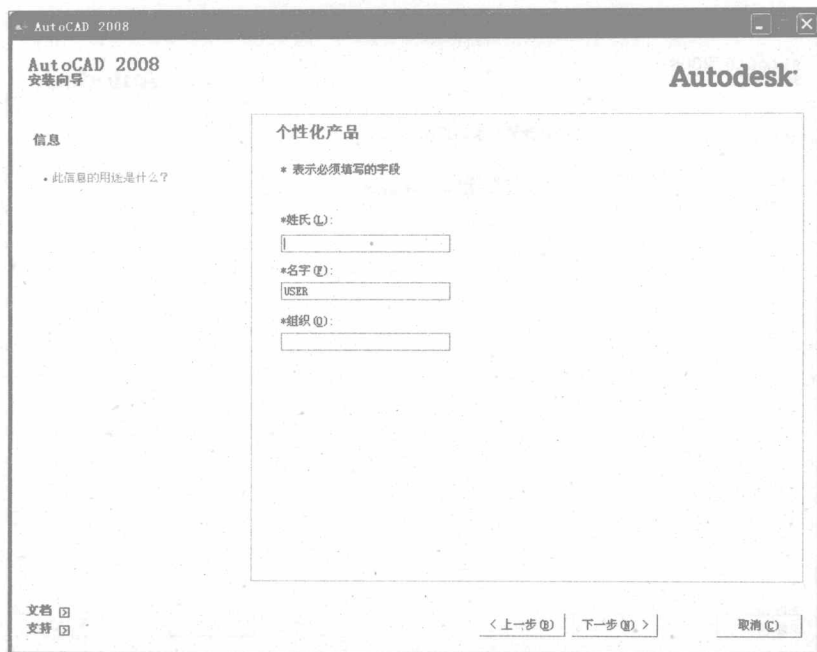

图 1-2-5
(6) 在对话框中,输入姓氏、名字、组织名称,点击“下一步”按钮,如图1-2-5所示。